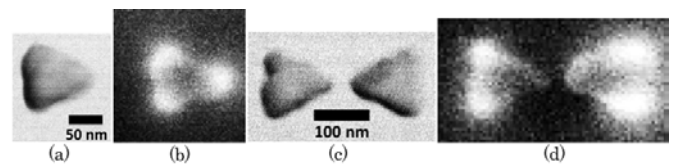

図1 (a),(c)トライアングル型光アンテナと蝶ネクタイ型光アンテナのSEM像、(b),(d)トライアングル型光アンテナと蝶ネクタイ型光アンテナのフォトンマップ
本研究では電子線リソグラフィ法により作製した、 SiO_2/Si 基板上の金のトライアングル型構造 (図 1 (a)) と蝶ネクタイ (Bow-tie) 型構造 (図 1 (c)) の光アンテナからの表面プラズモン由来の発光を測定した。測定法としては①電子線を構造の任意の 1 点に照射して発光スペクトルを取得する方法、②電子線を一次元 (ライン) 走査し各点でスペクトルを取得する方法 (ビームスキャンスペクトル)、③電子線を二次元走査し各点でスペクトルを取得、エネルギー的に積分や分解した発光分布を表示する方法 (フォトンマップ) の 3 つを採用した。
図 1 (b),(d)はそれぞれトライアングル型構造と蝶ネクタイ型構造のエネルギー (波長) 積分処理されたフォトンマップである。トライアングル型構造のフォトンマップではコーナーではほぼ均等に発光が起きているのに対し、蝶ネクタイ型構造のそれでは中央のギャップ付近で発光がほとんど起きていないことが見て取れる。これは蝶ネクタイ型光アンテナに非発光性の表面プラズモン振動モードが励起されたことによるものと考えられる。